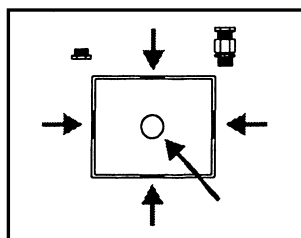

Abb. 1: Positionen der Kabelverschraubungen
- Suitably rated single core cable to connect the switch (not supplied) to the trigger (T) terminal.
- A single gang metal wall box (min. depth 45mm), with knockouts suitably located, and integral earth stud (Refer Fig. 1 for knockout positions).
If using flexible cable, suitable glands incorporating cable clamps must be fitted to the knockouts in the Controller Box. (Refer to Fig. 1).
- Öffnen Sie die Kabeleinzugslöcher im Plastik- bzw. Metallkasten durch Ausbrechen der vorgesehenen Sollbruchstellen (siehe Abb. 1).